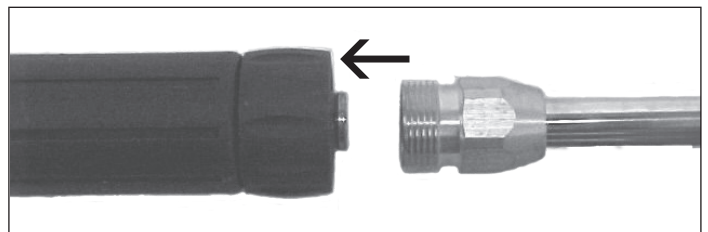

Figure 9 - Fixer la lance au pistolet
6. Fixez la lance au pistolet (voir la Figure 9).